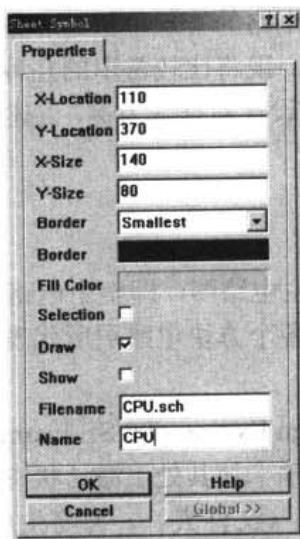

图 6-9 设置 Sheet Symbol（方块电路图符号）属性对话框
- (5) 设置 CPU 方块电路图属性：按下 Tab 键，弹出 Sheet Symbol（方块电路图符号）属性对话框，如图 6-9 所示，Filename 属性设置方块电路图代表的原理图文件名，将其设置为 Cpu.sch，Name 属性用于设置方块电路图的名称，将其设置为 CPU，单击 OK 按钮加以确认。